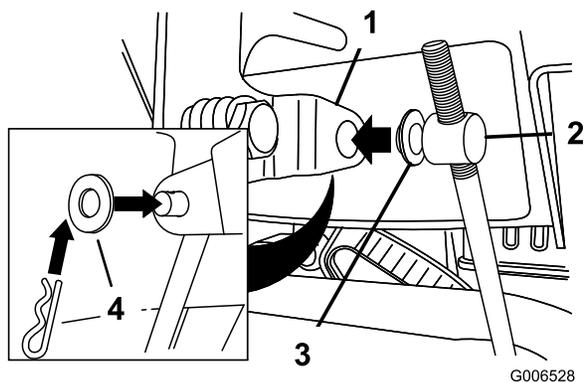

Figura 12
3. Togliete la coppia a forcina e la rondella esterna dal barilotto sul lato superiore dell'asta di comando della velocità (Figura 12).
**Nota:** Per agevolare l'installazione lasciate la rondella piana sul barilotto (Figura 12).
6. Sollevate l'asta di comando della velocità ed inserite il barilotto nel foro della leva di selezione della velocità (Figura 12).
- B. Scollegate il barilotto dalla leva del selettore della velocità (Figura 12).